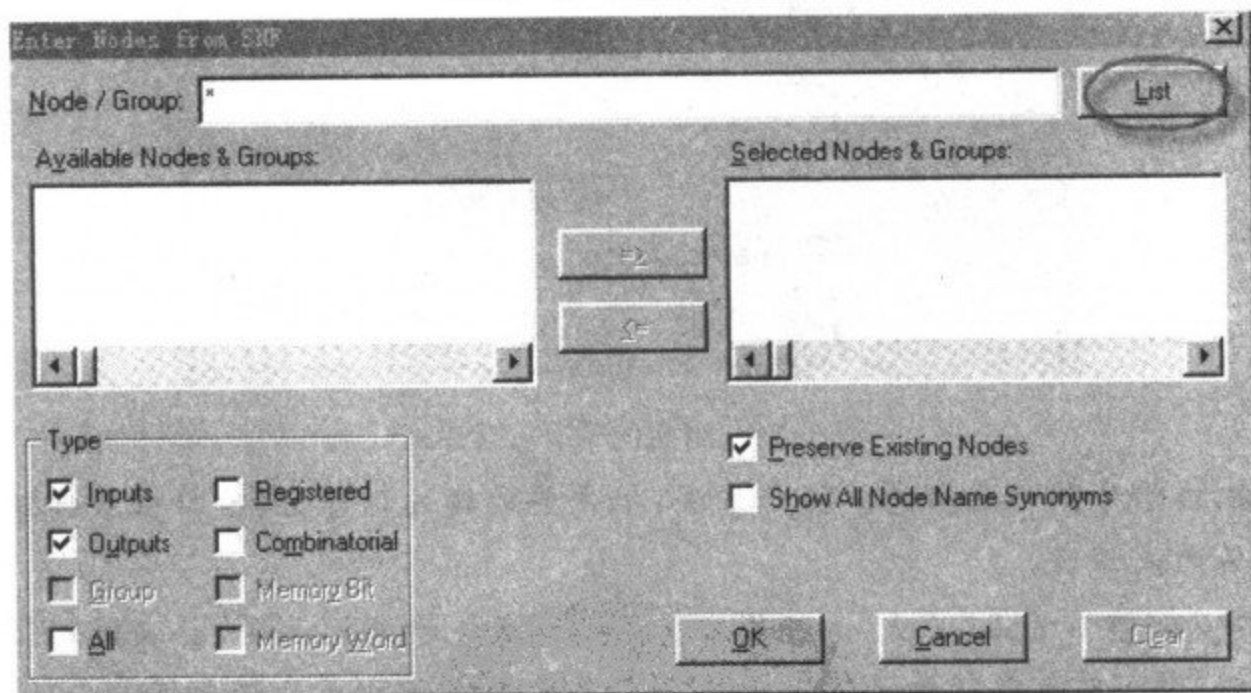

图 3-22 仿真信号选择对话框
(2) 在波形仿真窗口的空白处右击鼠标, 在弹出的快捷菜单中选择 EnterNodes form SNF... 命令, 这时将出现如图 3-22 所示的仿真信号选择对话框。